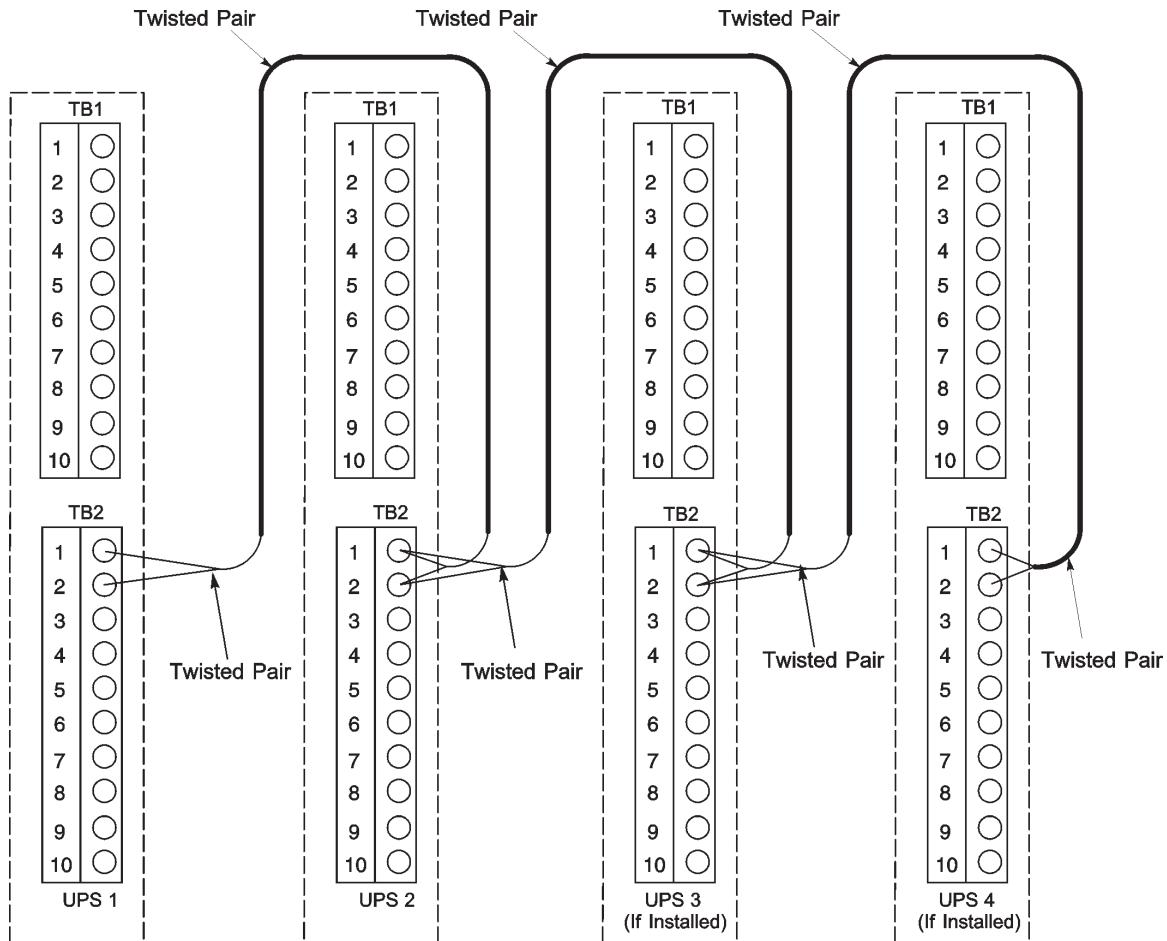

Рис. 5-5. Проводка Pull-Chain систем с распределенным байпасом без МОВ
9. Проведите и установите проводку системы с распределенным байпасом между шкафами ИБП. Для получения информации о подключении проводки см. Рис. 5-5 и Табл. 5-3 на стр. 60.